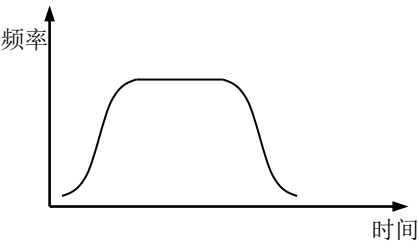

图 6-21 曲线加减速
- 曲线加减速，S 曲线加、减速主要是为加、减速过程需要减缓噪声与振动、减小起停冲击的负载而提供的，如图 6-21 所示。